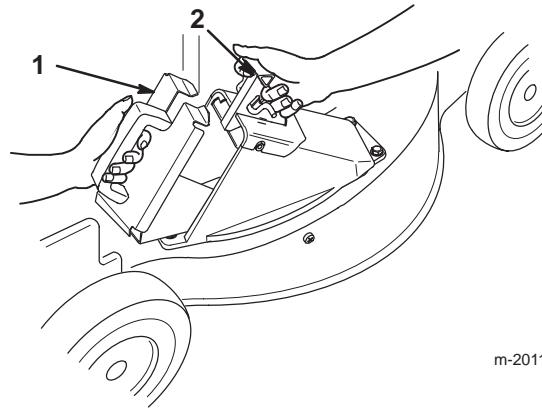

Figure 12
- Tirer la poignée du volet d'éjection vers l'arrière pour ouvrir le volet (Fig. 12).